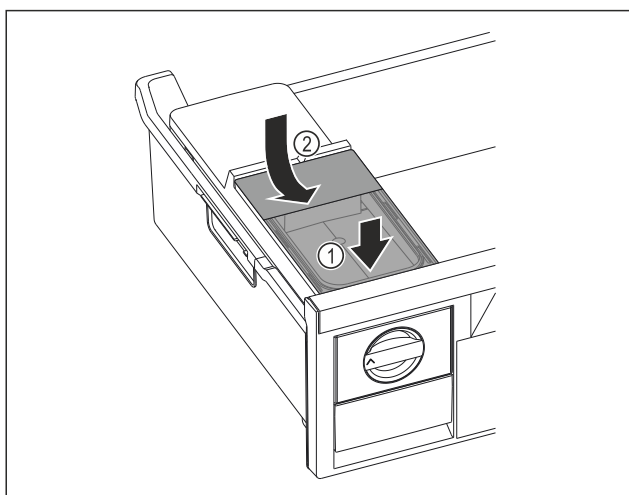

Fig. 157
- ▶ Placera vattenbehållaren fram till. Fig. 157 (1)
- ▶ Sänk ned vattenbehållarens baksida. Fig. 157 (2)